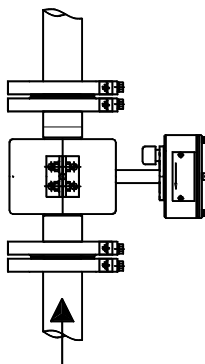

Рис.8.3
8.2.3 При возможном выпадении осадка в жидкости, ППР теплосчётчика должен устанавливаться вертикально, при этом направление потока должно быть снизу вверх (см. рис.8.3).